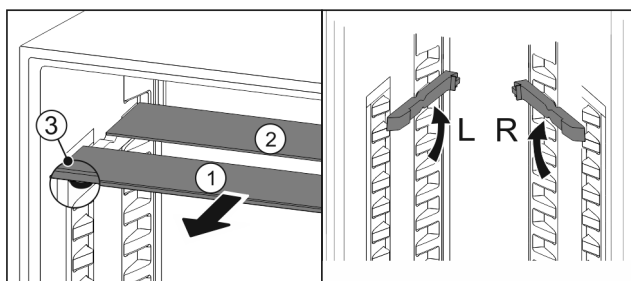

Fig. 117
- ▶ Extrageți Fig. 117 (1) pe rând plăcile de sticlă spre înainte.
- ▷ Placa de sticlă Fig. 117 (1) cu șipca decorativă se află în față.
- ▷ Opritoarele Fig. 117 (3) indică în jos.